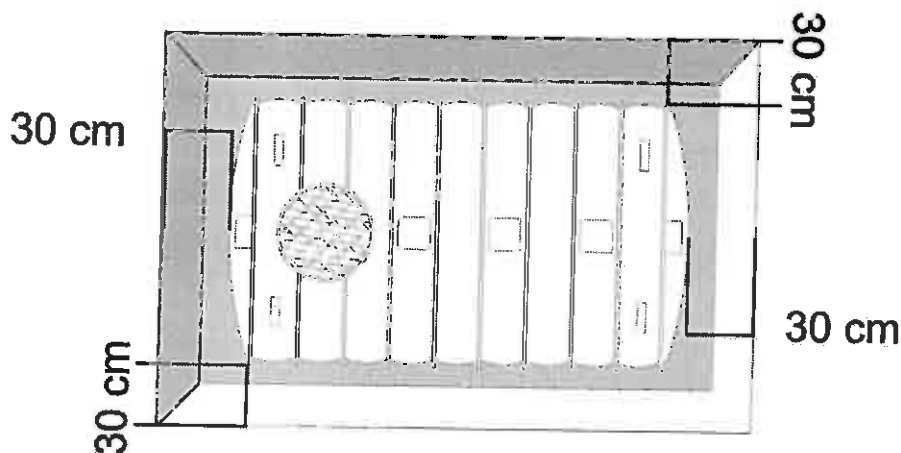

Fig. 1
1. Executati sapatura cu dimensiunile sugerate in (fig. 1).